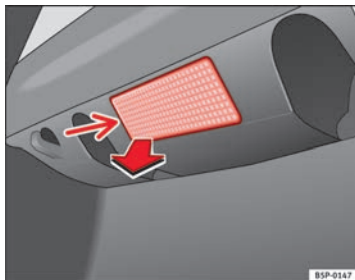

Abb. 167 Gepäckraumbeleuchtung
- Das Lampenglas der Glühlampe durch Druck mit einem Schraubendreher auf dessen Unterseite -Pfeil- abnehmen ⇒ Abb. 167.